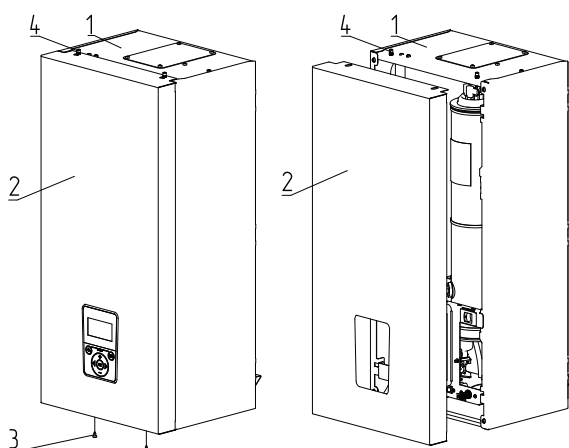

Рис. 17 Снятие кожуха
- Выкрутить болты крепления (Рис. 17, поз. 3);
- Переместить кожух вверх, сняв с зацепов (Рис. 17, поз. 4);